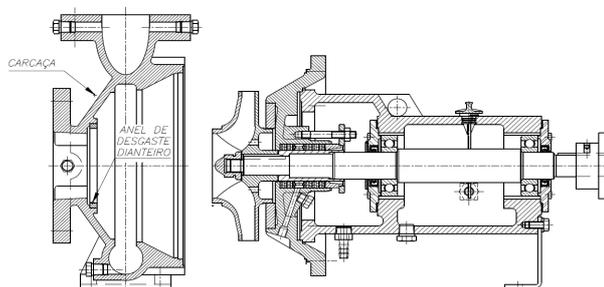

Fig.13: Remoção conjunto mancal-rotor
- Manter a carcaça fixa à tubulação e desmontar por trás ("BACK PULL-OUT") o conjunto mancal-rotor, (fig. 13).